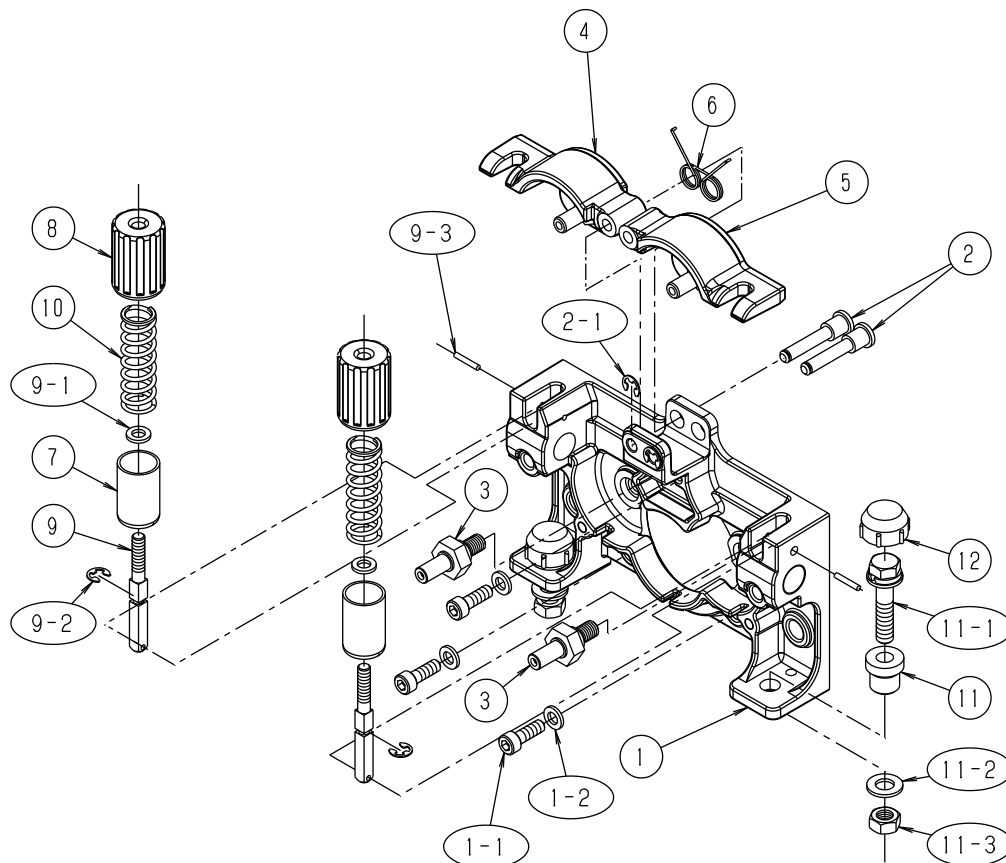

図2. ワイヤフィーダ分解図
⑨ パーツリスト(つづき)
9. 2 ワイヤフィーダ関係 (図2)